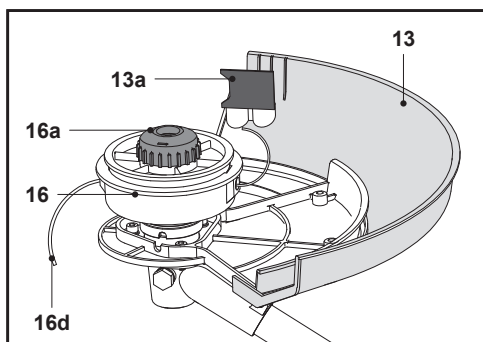

Fig. 25
1. Frapper légèrement le système de déroulement automatique (16a) sur un sol dur pour que la tête de coupe-bordures (16) libère les fils de coupe (16d).
2. L'excédent de fil est coupé par la lame (13a) (Fig. 25).